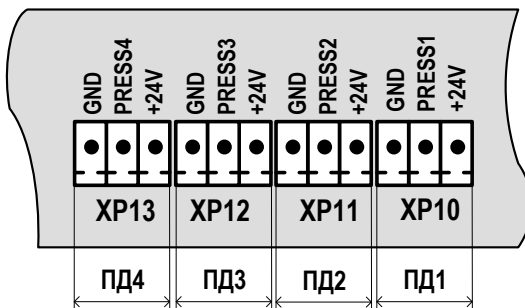

Рис.10. Обозначение коммутационных элементов подключения ПД.
6.4.3.1. Входы каналов давления 1...4 предназначены для подключения преобразователей давления, имеющих унифицированный токовый сигнал в диапазоне 0–5, 0–20 или 4–20 мА. Обозначение коммутационных элементов для подключения ПД показано на рис.10.